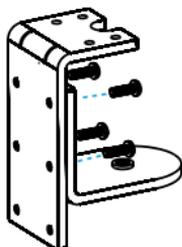

Figure 10
1. Retirez les **Vis** (x4) des deux moitiés de la **Pince de Bureau** à l'aide d'un **Tournevis Cruciforme**. (Figure 10)